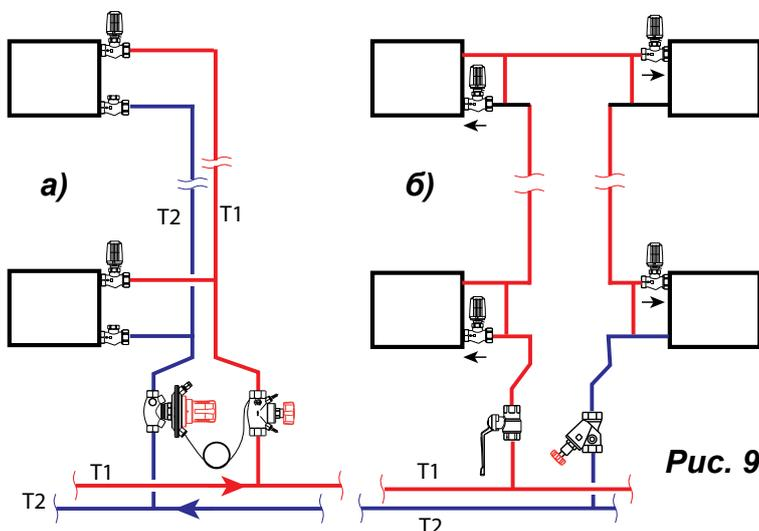

Рис. 9
20. Для нормальной работы системы отопления стояки должны быть оснащены запорно-регулирующей и балансировочной арматурой, обеспечивающей необходимые расходы теплоносителя по стоякам и горизонтальным ответвлениям в течение всего отопительного периода и слив воды из них при необходимости. Для этих целей могут быть использованы, автоматические регуляторы перепада давления (рис. 9а) или расхода или же ручные запорные и балансировочные вентили (рис. 9б). Термостат не является запорной арматурой. При необходимости демонтажа радиатора, на подводке к которому установлен термостатический клапан, следует снять термостатическую головку и полностью закрыть клапан с помощью металлического колпачка (1 8525 11), а затем заглушить его со стороны снятой подводки, а также перекрыть обратную магистраль.
Следует учесть, что различные виды арматуры устанавливаются на подводках, стояках и магистралях только с учётом направления движения теплоносителя по стрелке (см. рис. 9б).